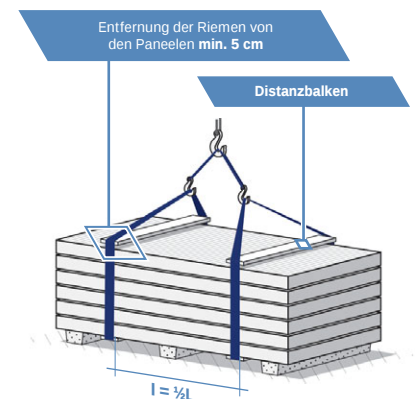

Abb. 03
- Beim Entladen ist die Abstützung des Stapels im Abstand von $\frac{1}{2}$ der Paneellänge sicherzustellen; (Abb. 03)